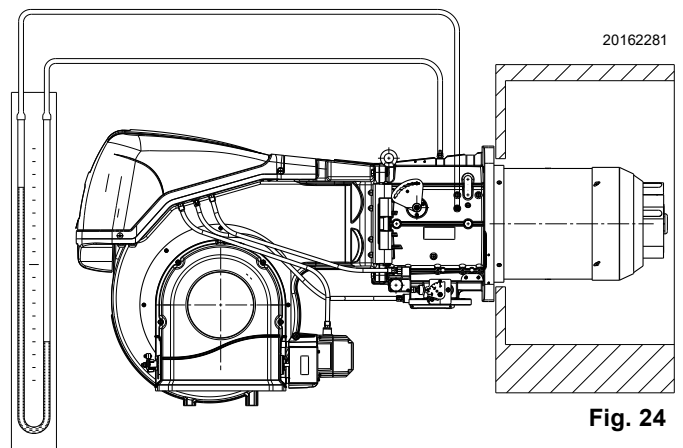

Fig. 24
- Montar un manómetro en U o un manómetro de tipo diferencial (Fig. 24), con toma (+) en la presión del gas del manguito y (-) en la cámara de combustión. Se utiliza para obtener aproximadamente la potencia MÁX del quemador mediante la .